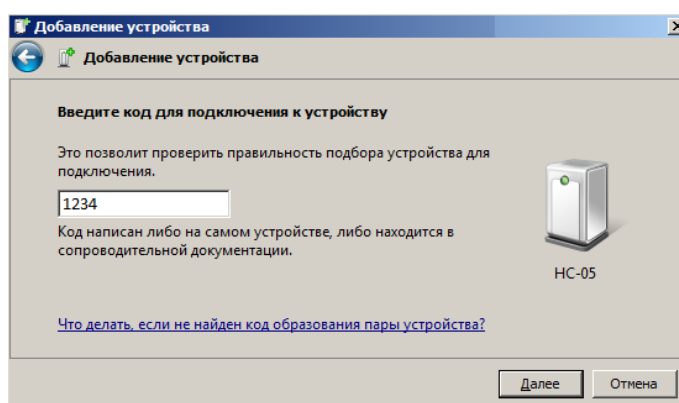

Рисунок 6. Запрос кода подключения при добавлении устройства.
При подключении Bluetooth устройств компьютер запросит код подключения, который для модуля HC-05, по умолчанию, равен 1234 (Рисунок 6).
4. При запросе компьютером N1 кода подключения Bluetooth модуля HC-05 введите его код по умолчанию: 1234 (Рисунок 6).